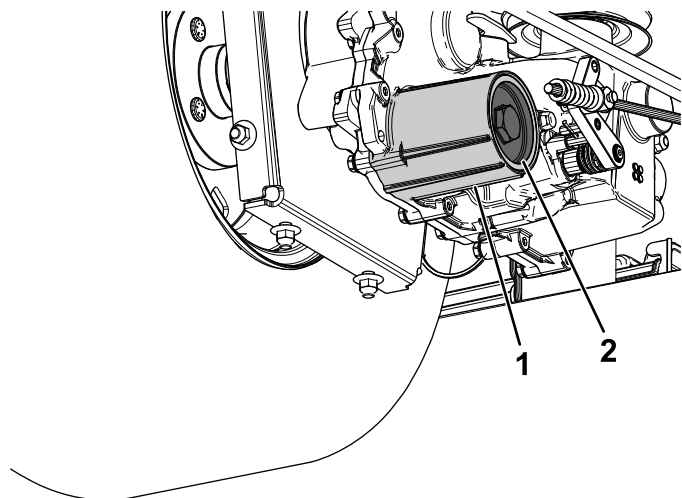

Рисунок 69
- Снимите крышку фильтра гидравлической жидкости с коробки передач, чтобы слить рабочую жидкость (Рисунок 69).